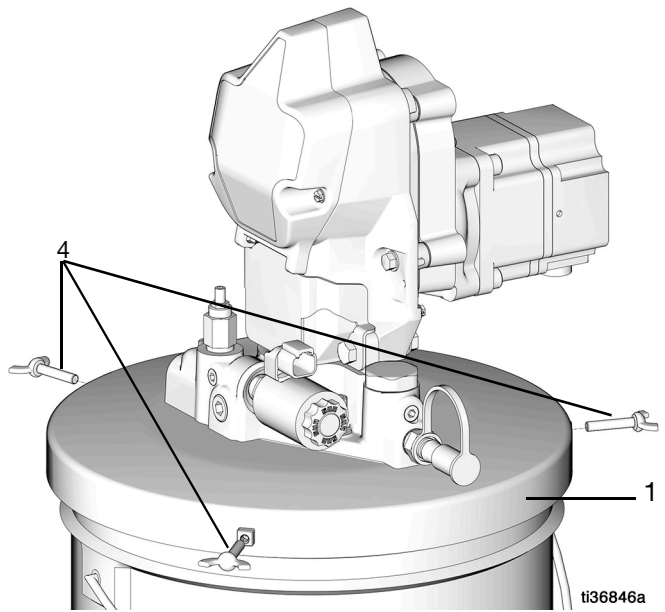

图 10
10. 将指旋螺丝 (4) 插入桶盖 (1)，将它们拧紧 (图 10)。